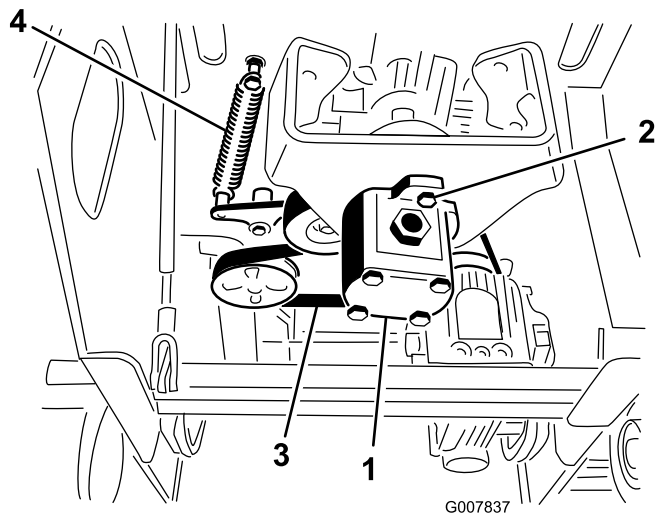

Figure 52
5. Desserrez les 2 boulons de la pompe (Figure 52).
6. Tournez la pompe dans le sens antihoraire et laissez-la se détacher de la poulie (Figure 52). Attention à ne pas faire tomber l'accouplement en étoile en même temps que la pompe.
7. À l'aide d'un extracteur de ressort (à se procurer chez un concessionnaire agréé) ou d'un crochet en métal, décrochez l'extrémité du ressort de la poulie de tension du boulon de ressort afin de détendre la courroie (Figure 52).